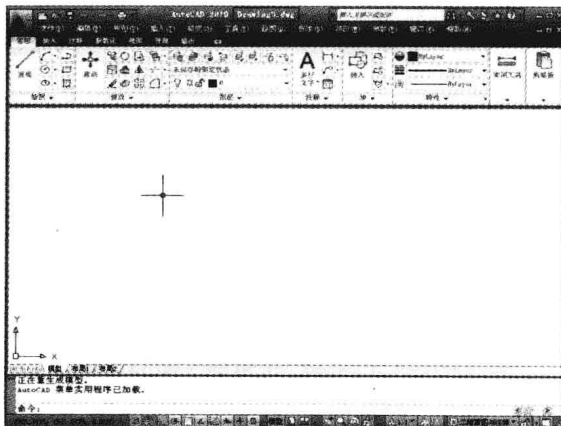

图1-4 “Drawing3.dwg”图形文件
② 在选择完毕后，即可打开“选择样板”对话框，默认选择“acadiso.dwt”样板。单击“打开”按钮，即可完成创建图形文件的操作，即创建一个名称为“Drawing3.dwg”的图形文件，如图 1-4 所示。